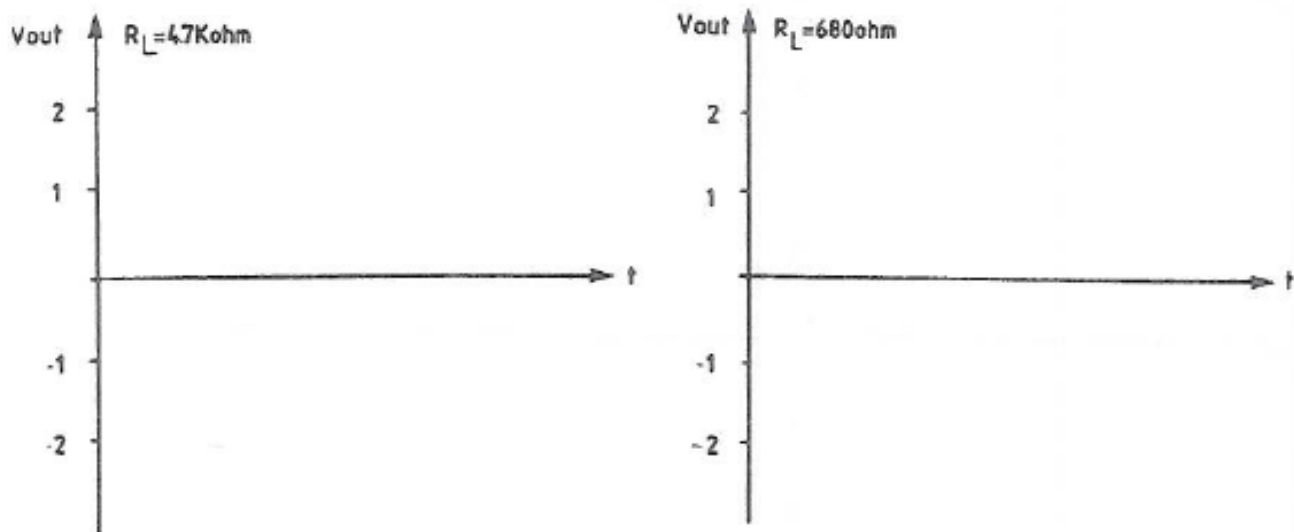

Fig. 7: Distorção na Tensão de Saída Devido ao Ponto de Operação Não-linear
39. Esboce a forma de onda da tensão de saída na Fig. 7.